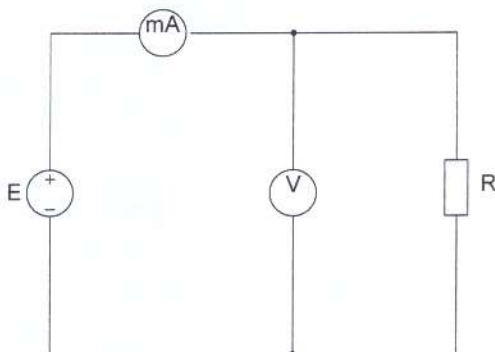

Рис. 1. Электрическая цепь постоянного тока
1. Собрать цепь по схеме (рис. 1).